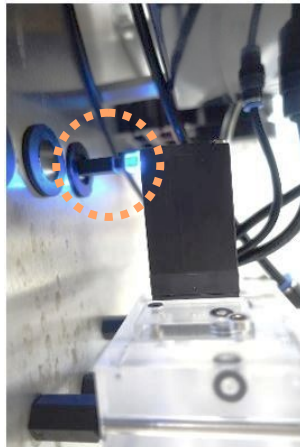

Bild 22:
- Entriegeln und trennen Sie den Stecker des auszutauschenden Ventils (siehe Bild 22).